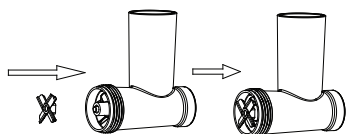

Рисунок 4
5. Установите силиконовую муфту (6) на спираль-резак.
6. Установите резак (5) на спираль (см. рис. 4). Острые края резака должны быть направлены в сторону измельчающего диска.